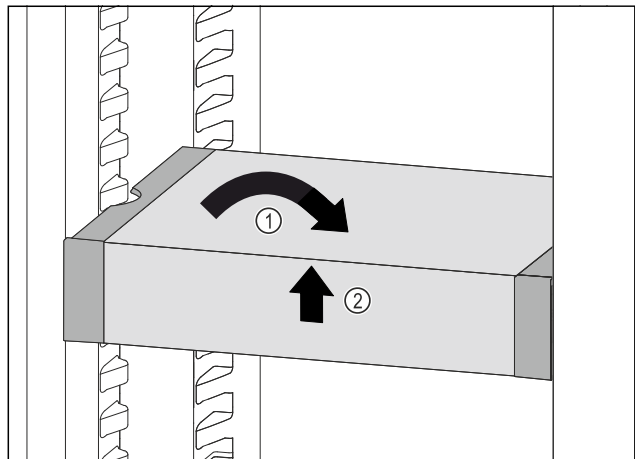

Fig. 57
- ▶ Вирівняти VarioSafe. Fig. 57 (1)
- ▶ Підняти VarioSafe спереду. Fig. 57 (2)